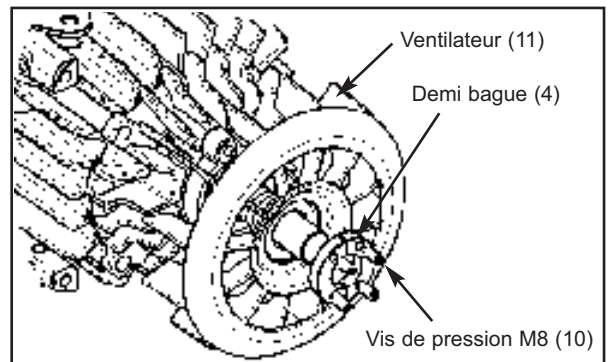

Figure 28
6. Fixez les ventilateurs (11) et les demi-bagues (4) avec les vis de pression M8 (10) enduites de Loctite® 243\*. Serrez les vis de pression au couple de 11 lbs ft (15 Nm) ; voir la figure 28.